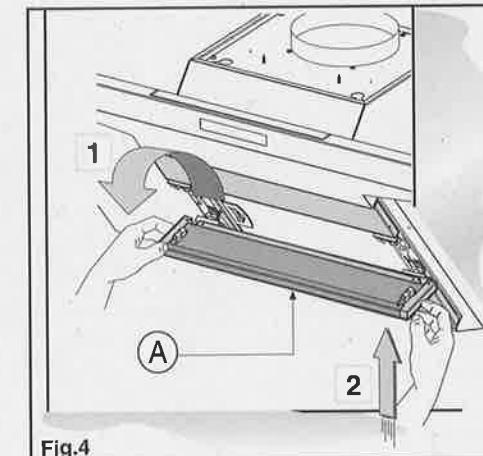
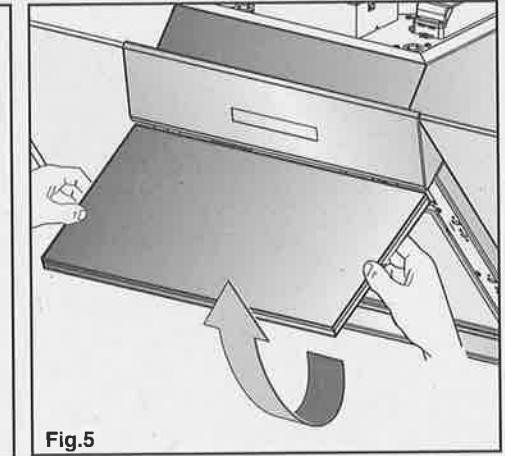
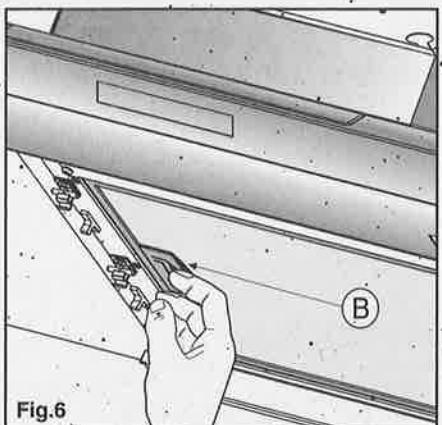

Fig.4
Fig.5
Fig.6
- Prima di procedere con le operazioni di montaggio, per una più facile manovrabilità dell'apparecchio disinserire il filtro antigrasso B (Fig.6).
Togliere i 3 pannelli A come indicato in fig.4. Tirare la maniglia B come indicato in fig. 6.
Aprire il pannello C come indicato in fig.5. Tirare la maniglia B come indicato in fig.6. Se l'apparecchio è fornito con il cupolino rimuoverlo togliendo le 4 viti B come indicato in figura 9 A.